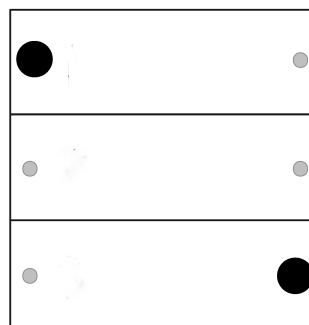

Bild 6: Programmiermodus für Kanaltasten aktivieren
- Tasten oben links und unten rechts gleichzeitig länger als 4 Sekunden drücken (Bild 6). Die linke rote LED blinkt langsam. Funksender befindet sich für ca. 1 Minute im Programmiermodus.
- Tasten oben links und unten rechts gleichzeitig länger als 20 Sekunden drücken (Bild 6). Nach 4 Sekunden blinkt die rote LED. Nach 20 Sekunden blinkt die LED schneller.